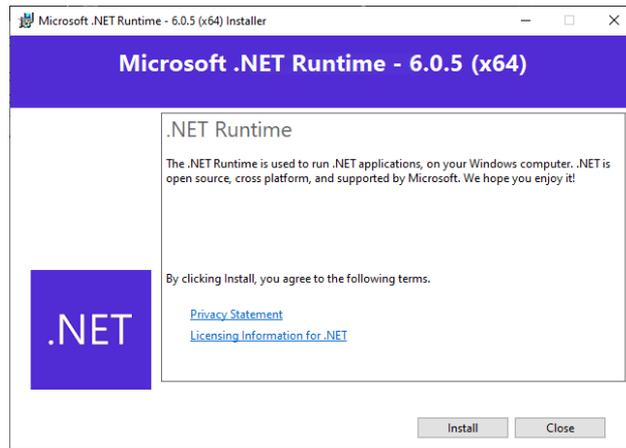
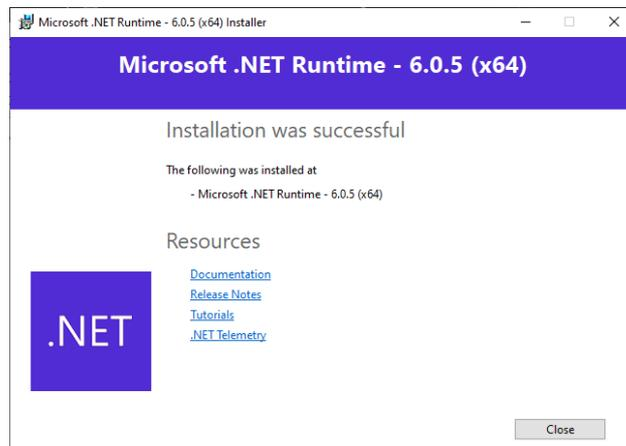

Figure 13: .NET 运行时安装窗口。
Figure 14: .NET 运行时成功安装窗口。
6. (可选) 如果需要安装 .NET 运行时，请单击 .NET 运行时安装窗口中的 *Install*（图 13）。如果安装成功，将出现图 14 所示的窗口。